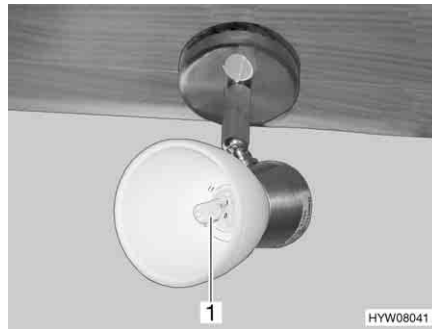

Fig. 108 Faretto alogeno
- Togliere la lampada alogena ad incandescenza (Fig. 108,1) dal supporto, tirandola in avanti.